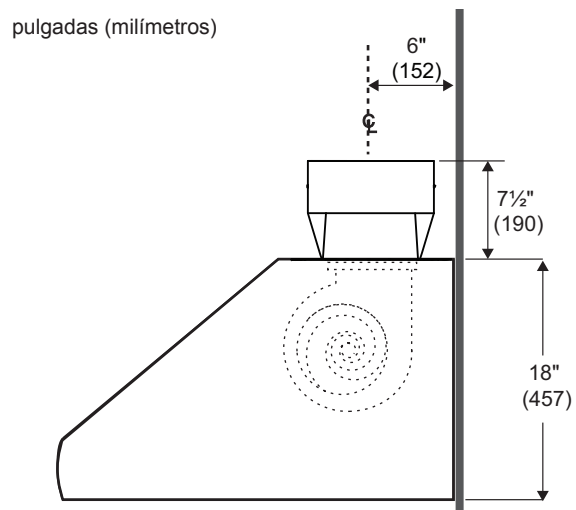

Figura 3: Línea central de transición para descarga vertical
La transición que se proporciona con el campana se conecta al ducto redondo estándar de 10 pulgadas. La *Figura 3* muestra la transición conectada para la descarga vertical.
15. Antes de colgar la campana, instale el racor, como se muestra en la *Figura 3* o la *Figura 4*. Fije el racor con dos tornillos para chapas de 3/8 pulg. (proporcionados) y cinta de aluminio, conforme a los códigos vigentes.